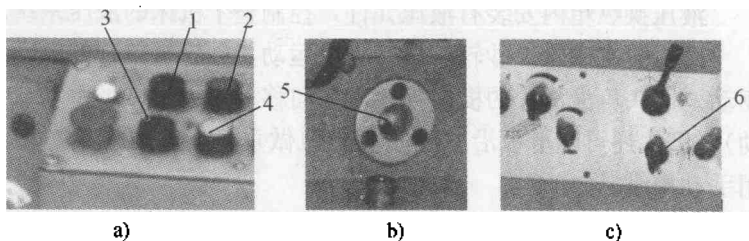

图 1—7 砂轮的启动与液压排气 (M1432A 型万能外圆磨床)
2. 液压泵启动约 3 min 后，再启动砂轮。启动砂轮时，在无慢启动结构的情况下，宜采用短暂时间接通电源的方法（即点，停，再点），其目的是让砂轮运转系统在运转的最初期以最短的时间、最低的转速，将润滑油压至砂轮运转系统的各部位，这可通过砂轮架旁的油窗（见图 1—7b）来观察。当润滑油全压上后再正式启动砂轮。这样操作对确保砂轮轴的旋转精度、提高砂轮主轴轴承使用寿命具有很大的意义。
3. 在机床空运转时，打开排气阀，如图 1—7c 所示，将会听到液压系统“滋滋”的排气声，这属于正常现象。待排气声消失，则说明液压系统的气体彻底排放干净，此时再关闭排气阀。如果不排气就进行磨削，工作台会产生“爬行”现象，严重影响磨削质量。然后调整左右撞块，开动工作台自动走刀，使工作台能在较大行程下走空刀，以确保机床导轨有良好的、全面的润滑。